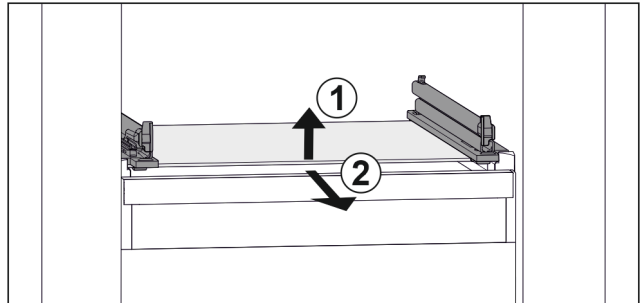

Fig. 43 Примерное отображение стекляннй пастыны
- ▶ Приподнимите стекляннй пастыну спереди. Fig. 43 (1)
- ▶ Извлеките стекляннй пастыну движением вперед. Fig. 43 (2)